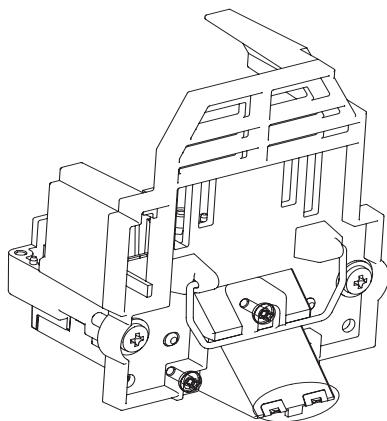

図7
- 5 図7のようにランプアタッチメントがランプユニットの爪